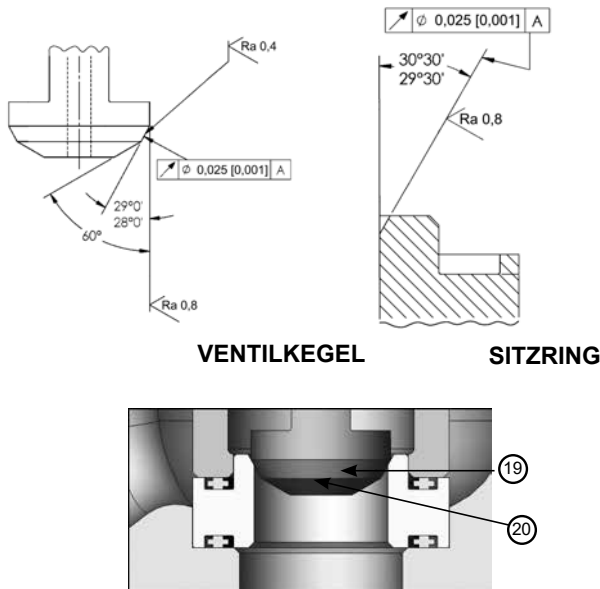

Abbildung 3: Sitzflächen von Ventilkegel und Sitzring
Die Sitzflächen müssen möglicherweise geläppt werden, um die erforderliche Integrität der Oberfläche wiederherzustellen und die Leckageanforderungen für das Ventil zu erfüllen. Ein maximales Entfernen von 0,4 mm (0,015") Metall von sowohl der Kegel- als auch der Sitzoberfläche ist für alle Ventilgrößen zulässig. Achten Sie darauf, dass die Sitzwinkel der überholten Teile wie in der nachfolgenden Abbildung 3 gezeigt innerhalb der Toleranzen liegen. Teile, bei denen zur Wiederherstellung mehr Metall entfernt werden muss, sind zu verwerfen und auszutauschen.
10. Demontieren Sie nach dem Läppen die Teile zur Reinigung und anschließenden Wiedermontage und achten Sie dabei darauf, dass die Sitzwinkel innerhalb der Toleranzen liegen. Siehe Abbildung 3.